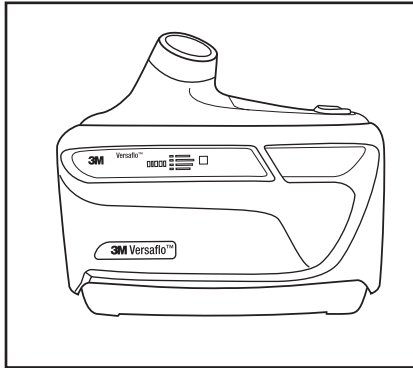

Fig. 13 – Respirador Purificador de Aire Forzado 3M™ Versaflo™ TR-800 con etiqueta visible de filtro/cartucho
- Si usa la cubierta para filtro, la etiqueta del filtro/cartucho debe quedar visible a través de la ventana de la cubierta para filtro (Fig. 13).